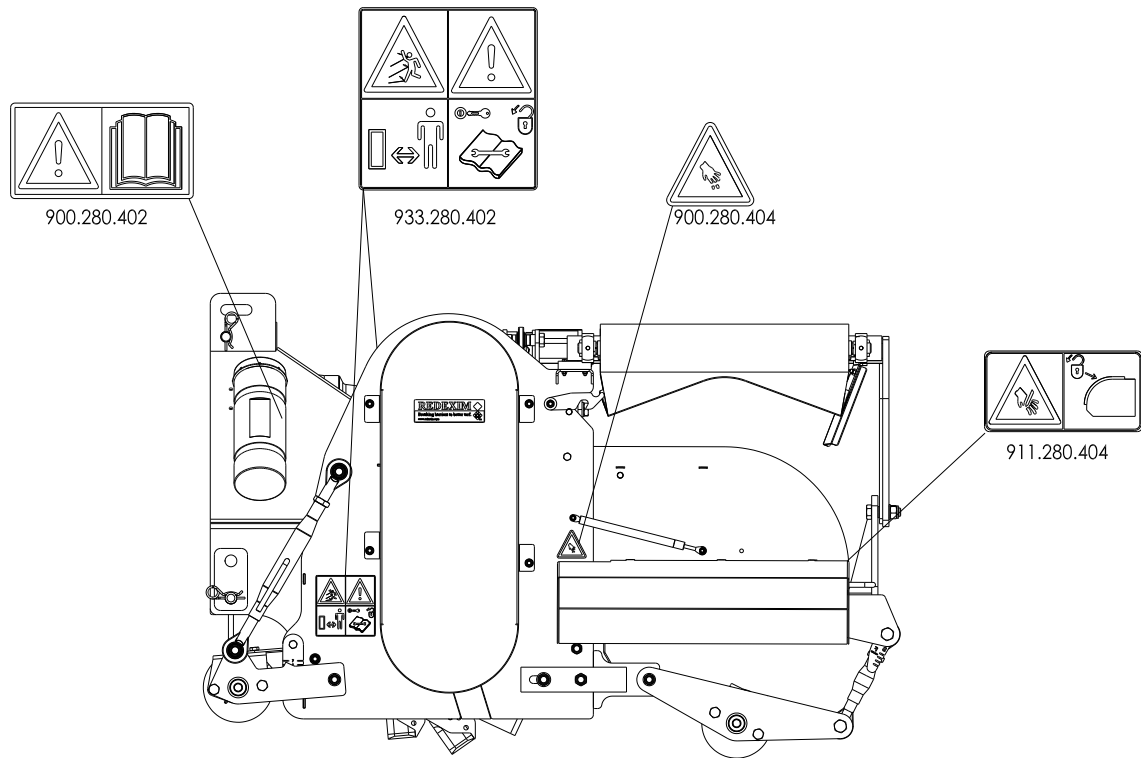

Fig. 7
(7) Plaatsing Turf-Stripper 1600 veiligheidsstickers. (Fig. 7)